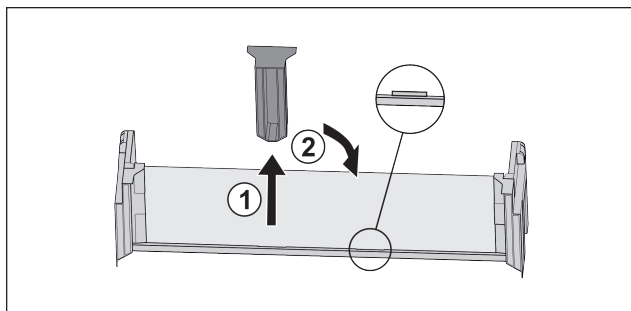

Fig. 17
- ▶ Wyciągnąć środkowy element trzymający Fig. 17 (1).
- ▶ Włożyć środkowy element trzymający na środkowej pozycji Fig. 17 (2).